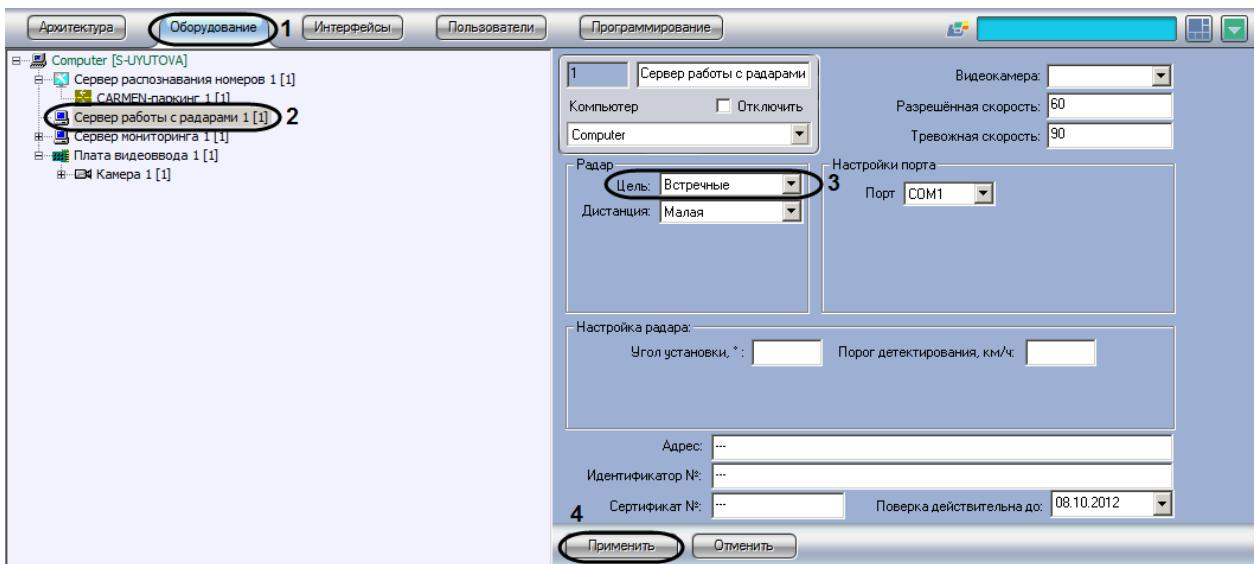

Рис. 7.3—5. Выбор направления движения транспортного средства, относительно устройства «Радар»
2. В дереве объектов на вкладке «Оборудование» выбрать объект «Сервер работы с радарами», соответствующий настраиваемому программному модулю «Радар» (см. Рис. 7.3—5, 2). В правой части вкладки «Оборудование» отобразится панель настройки выбранного объекта.
3. В списке «Цель» выбрать направление движения транспортного средства относительно устройства «Радар» для определения скорости движения (см. Рис. 7.3—5, 3).
4. Нажать кнопку «Применить» (см. Рис. 7.3—5, 4).